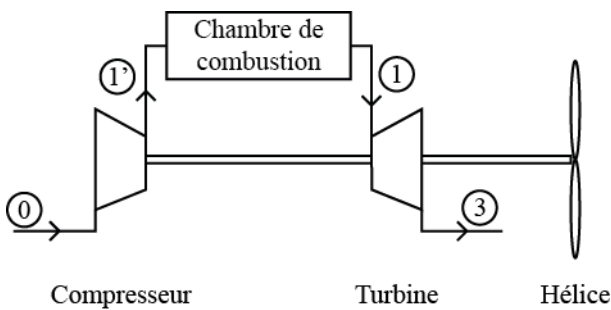

FIGURE 1 – Le groupe turbopropulseur
Un turbopropulseur de moteur d'avion (Figure 1) est constitué d'un compresseur, d'une chambre de combustion et d'une turbine entraînant l'hélice et le compresseur. Dans la partie I, nous étudierons la turbine ; puis dans la partie II, le groupe turbopropulseur dans son ensemble.
**Partie II : Le groupe turbopropulseur (Figure 1)**